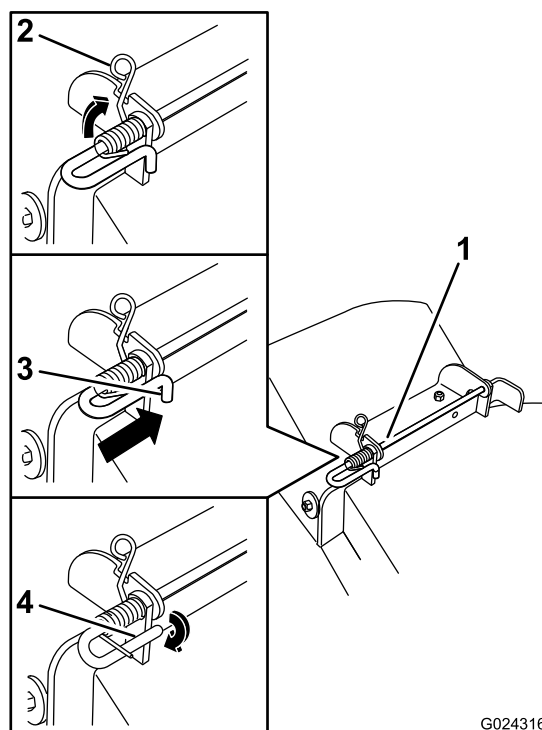

**Figure 67**
1. Désengagez le ressort du cran dans le support de déflecteur et sortez la tige des supports soudés du tablier, du ressort et du déflecteur d'éjection (Figure 67).
3. Positionnez le nouveau déflecteur d'éjection en plaçant les extrémités du support entre les supports soudés du tablier, comme illustré à la Figure 67.
4. Montez le ressort sur l'extrémité droite de la tige. Positionnez le ressort sur la tige comme montré à la Figure 67, de sorte que l'extrémité la plus courte du ressort sorte du dessous de la tige avant le coude et passe par-dessus la tige à son retour.